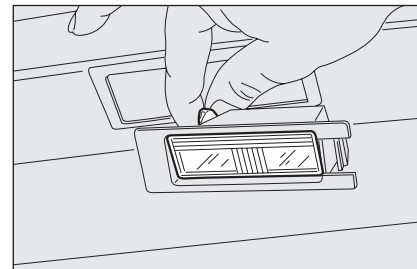

fig. 29
- remplacer l'ampoule **fig. 29** en la dégageant des contacts latéraux et en s'assurant que la nouvelle ampoule soit correctement bloquée entre les contacts mêmes;